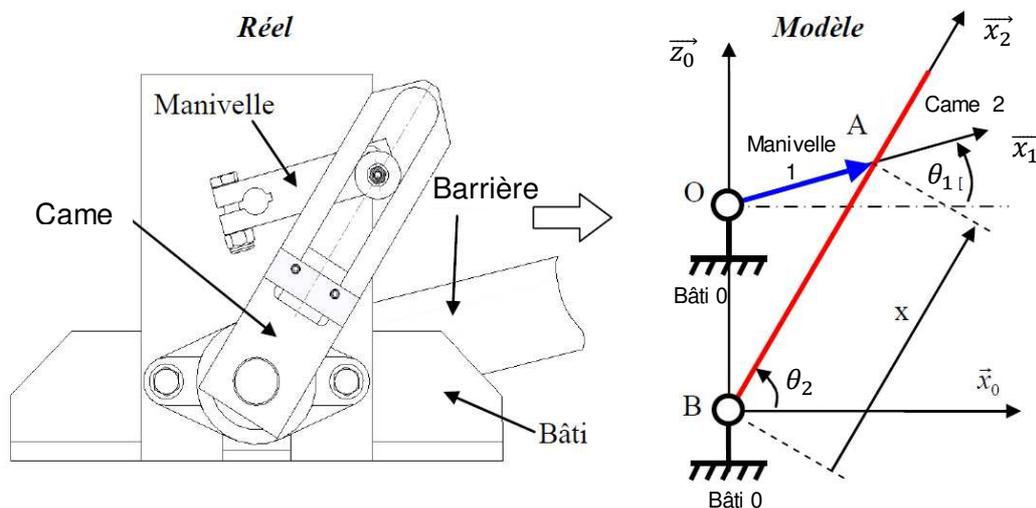

Figure 1 : Schématisation cinématique et paramétrage.
- 8) Déterminer le calage angulaire α_2 entre la came et la barrière permettant d'obtenir une rotation de la barrière d'une position horizontale (0°) à une position verticale (-90°). Vérifier votre réponse à partir de la représentation du système de la Figure 1.